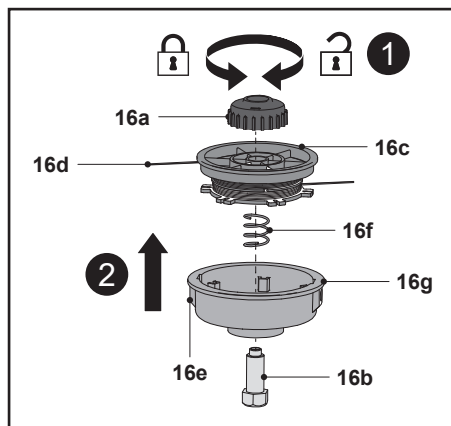

Fig. 27
5. Desserrer manuellement le système de déroulement automatique (16a) dans le sens des aiguilles d'une montre et le dégager du boulon de verrouillage (16b) (Fig. 27, étape 1), puis retirer le système de déroulement automatique (16a) et le boulon de verrouillage (16b) de la tête de coupe-bordures (16).
6. Retirer la bobine de coupe-bordures (16c) et le ressort (16f) du carter (16g) (Fig. 27, étape 2).